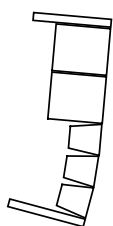

Fig. 33: Abspannung über zweiten Flugrahmen
- Arrays aus mehr als drei Lautsprechern müssen über einen zweiten Q Flugrahmen am untersten Lautsprecher gesichert werden, nicht jedoch an den Riggingpunkten der Lautsprecher (Fig. 33).